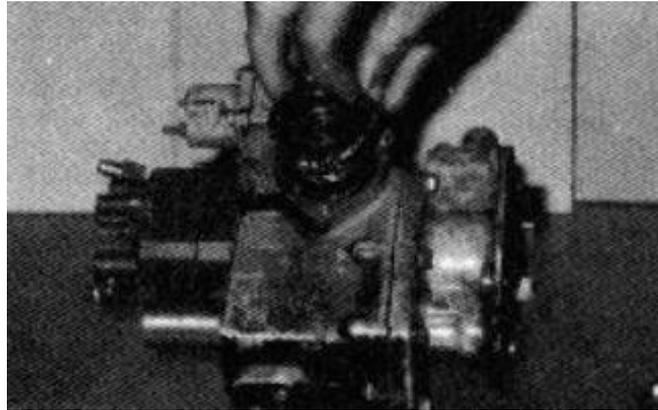

FIGURA 2.14 DESMONTAJE DEL ENSAMBLE DEL FUELLE Y EMBOLO DEL AFC
- A continuación, desmontar el conjunto del fuelle y el émbolo AFC del alojamiento de la bomba (figura 2.14).